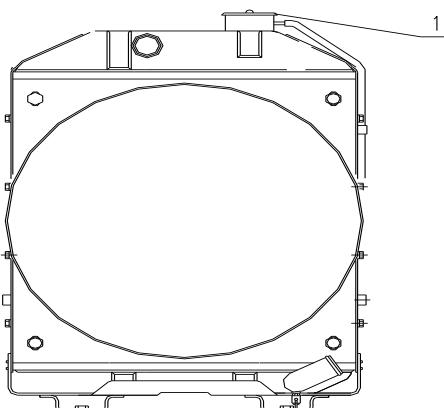

Ilustración 13 (Depósito del agua)
1. Asegúrese de que el motor esté frio antes de comenzar el proceso. Retire la tapa del radiador (elemento 1 Ilustración 13)